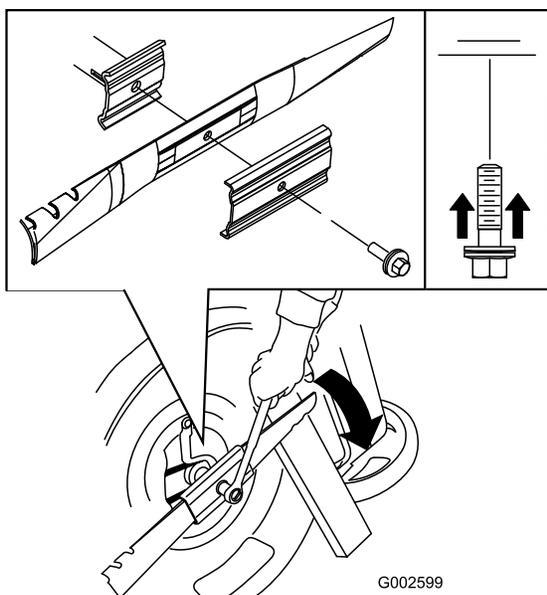

Figura 31
5. Montate la lama nuova (ruotate il bullone della lama in senso orario) e tutti gli elementi di fissaggio (Figura 31).